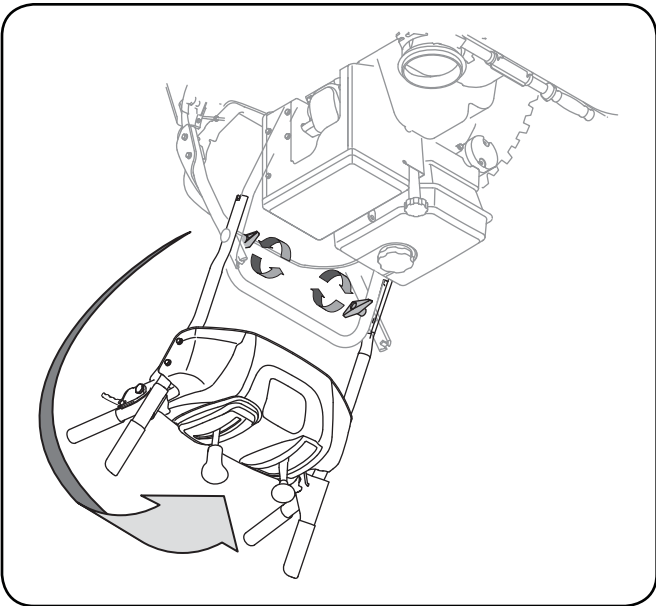

Figure 3-2
- Ajustez le guidon en serrant les boutons à oreilles en plastique qui se trouvent sur les deux côtés du guidon. Enlevez et jetez tout élastique en caoutchouc le cas échéant. Ils ne servent qu'à l'emballage. Voir la Figure 3-2.